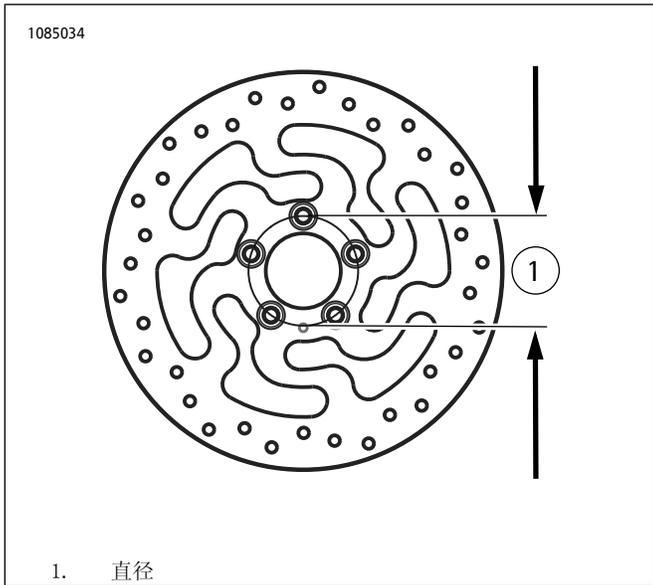

图1。刹车盘安装孔直径
1. 参见图1。拆卸和拆解现有前轮组件。如果前刹车盘的直径测量结果不是3.25英寸，丢弃该刹车盘。保存车轴、车轴螺母和车轮隔块，以便用于安装套件。参见维修手册。